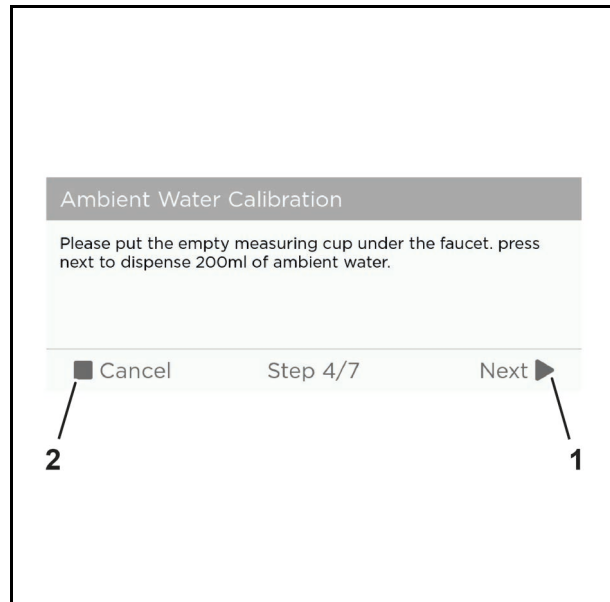

Abb. 60 Beispielgrafik
9. Tippen Sie auf die Schaltfläche "Next" (Abb. 60/1), um mit der Kalibrierung fortzufahren oder "Cancel" (Abb. 60/2), um die Kalibrierung abzubrechen.